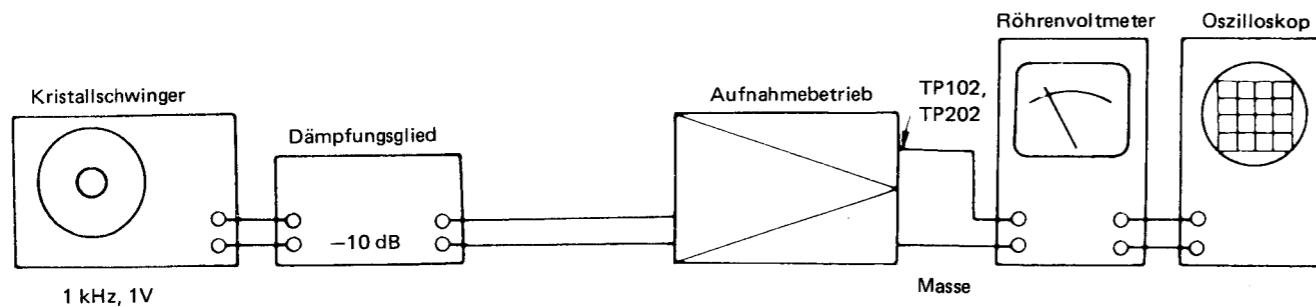

Abbildung 15-2
■ **EINSTELLEN DER EMPFINDLICHKEIT DER OPTO-PEAK-PEGELANZEIGE** (Siehe Abbildung 15-2)